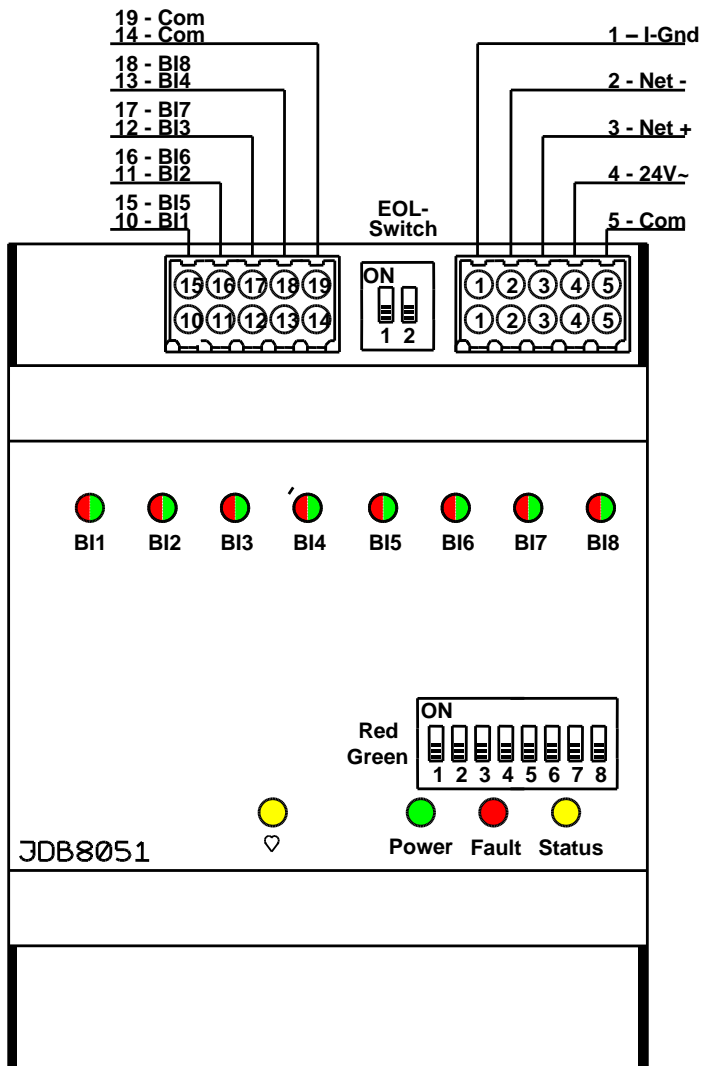

Abb. 1: Anschlussplan des Moduls JDB8051
2. Verdrahten Sie das Gerät gemäß dem Anschlussplan (siehe Abb. 1).